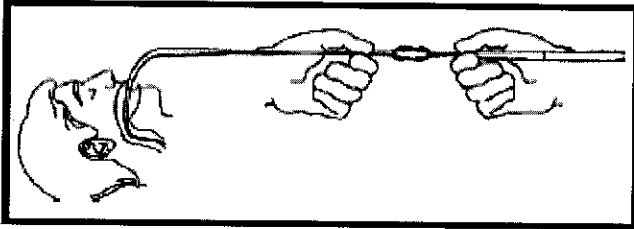

Figura 5
- Agarre la punta de dilatación con el pulgar y el índice, y tire del bucle para formar el acoplamiento (figura 5).